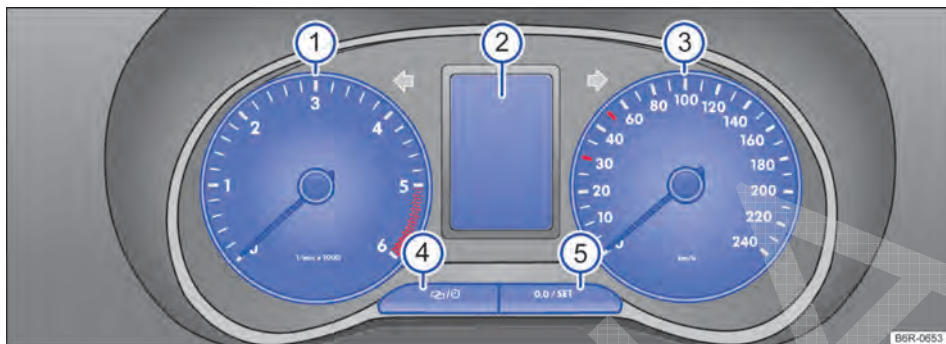

Fig. 12 Instrumento combinado do painel de instrumentos: variante 1.
Significado dos instrumentos ⇒ Fig. 12 ou ⇒ Fig. 13:
Conforme a versão do veículo, o display do instrumento combinado ⇒ Fig. 12 ② ou ⇒ Fig. 13 ② pode exibir diversas informações:
A exibição do evento de serviço aparece no display do instrumento combinado ⇒ Fig. 12  ou ⇒ Fig. 13 .